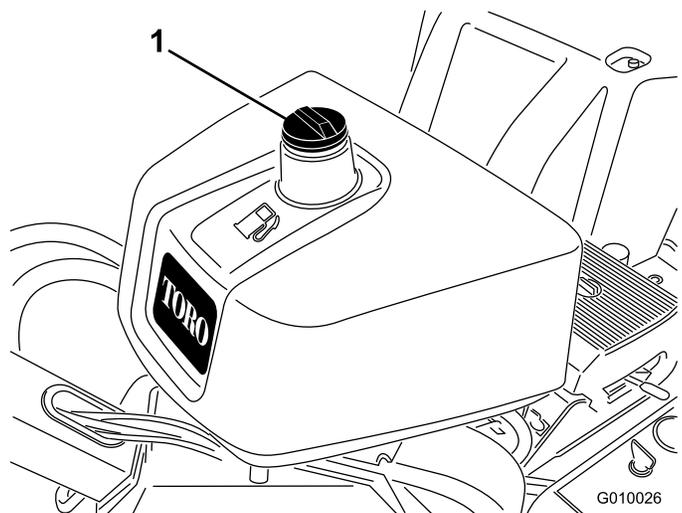

図 15
2. 燃料キャップの周囲をきれいに拭いてキャップを外す 図 15。